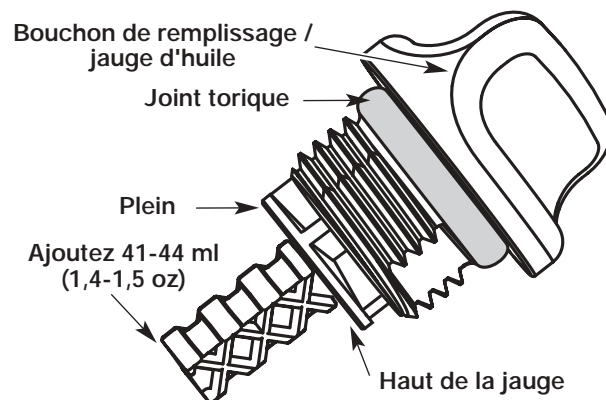

Fig. 57
- Retirez le bouchon de remplissage / jauge d'huile et vérifiez le niveau d'huile. L'huile devrait atteindre le haut de la jauge (Fig. 57).